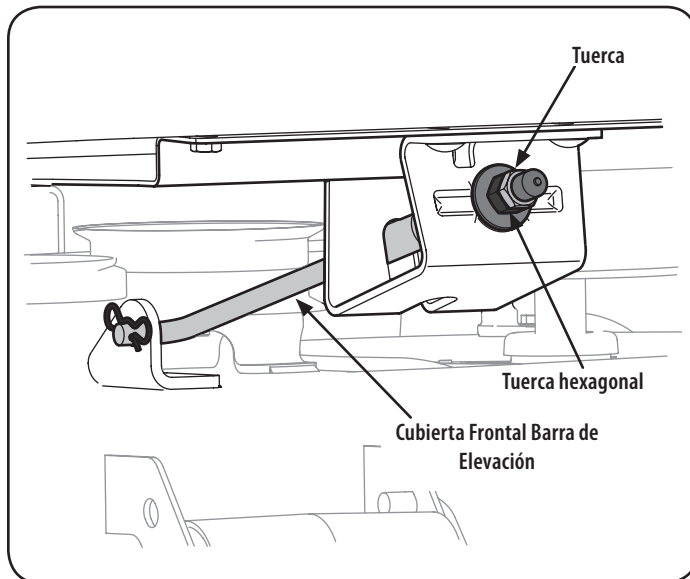

Figura 28
1. Si no está ya suelta, afloje el tornillo hexagonal y girar la palanca de control hacia adelante o hacia atrás a la posición deseada. Ver Figura 28..
- Con una llave, afloje la tuerca de seguridad en primer lugar, a continuación, subir o bajar la parte delantera de la cubierta girando la tuerca hexagonal de la varilla de elevación de la plataforma frontal. Ver Figura 28.